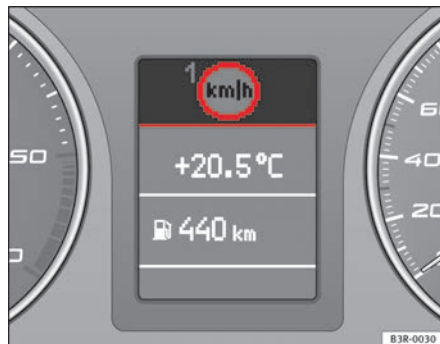

Fig. 55 Pantalla: Aviso sobre la velocidad
El dispositivo de aviso sobre la velocidad advierte al conductor cuando éste sobrepasa una velocidad máxima programada previamente. En cuanto la velocidad del vehículo sobrepase en unos 10 km/h la velocidad programada, se emite una señal acústica de aviso. Al mismo tiempo aparece un símbolo de advertencia en la pantalla digital ⇒ página 86, fig. 55.
El símbolo del dispositivo de aviso sobre la velocidad en la pantalla  del límite de aviso 1 ⇒ página 86, fig. 55 se visualiza si se supera la velocidad máxima programada. Se apagará de nuevo cuando la velocidad del vehículo sea inferior a la velocidad máxima programada.
- Pulse la tecla CHECK hasta que aparezca el símbolo  ⇒ página 86, fig. 55.